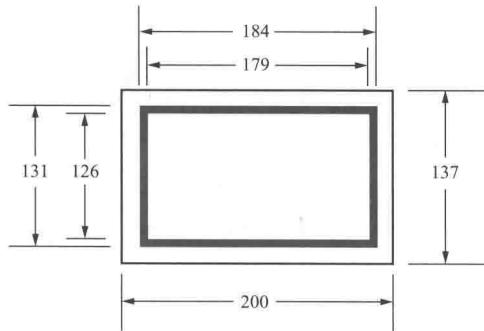
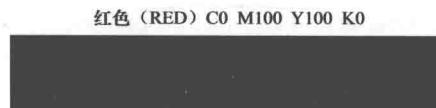

图 1-21 辅助设备标志牌尺寸参考类型（二）
图 1-22 辅助设备标志牌标准色
(3) 辅助设备标志牌尺寸参考类型（二）如图 1-21 所示。
(4) 对于特殊情况的辅助设备其标志尺寸可采用等比例放大或缩小。
(5) 辅助设备标志牌标准色如图 1-22 所示。